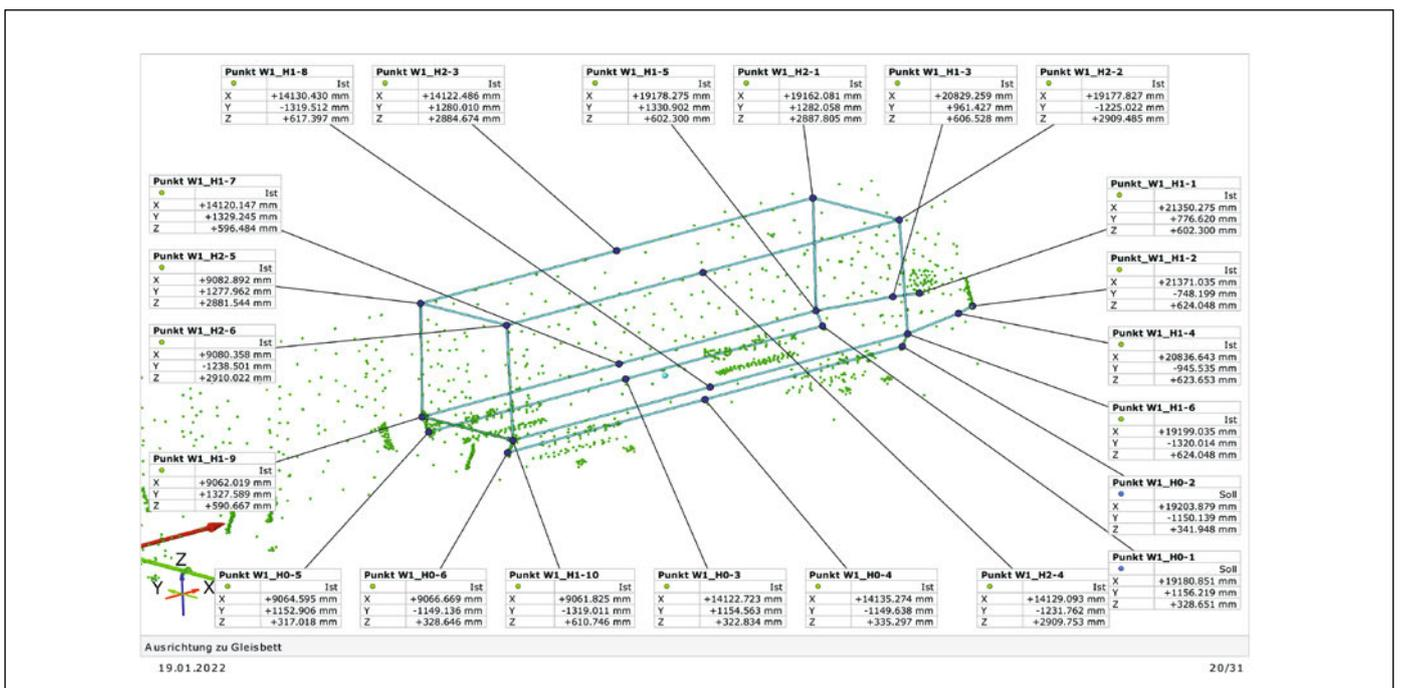

Abb. 3: Koordinatenbasierende Auswertepunkte
- Schritt 2: Die Messmarkierungen werden koordinatenbasierend im Raum ausgegeben. Die zugehörigen Starrkörperkonturen der Wagenkästen und der Fahrwerke werden in die Messpunkt wolke integriert. Durch dieses Verfahren können koordinatenbasierende Auswertepunkte (Abb. 3) festgelegt werden.